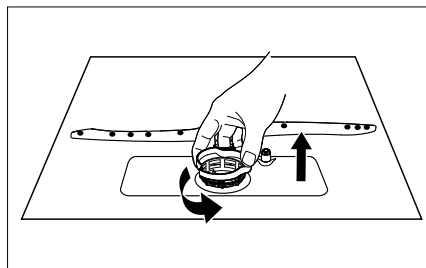

Fig. 19
- ▶ Ruotare il filtro a maglie larghe (a) in senso antiorario ed estrarlo dal filtro principale (vedere la **fig. 19**).